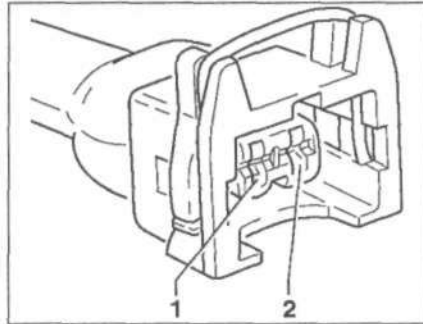

Рис. 6.65. Проверьте провод между тестером и разъемом на разрыв цепи.
- проверьте провод между тестером и разъемом на разрыв цепи: контакт 1 и гнездо 68, контакт 2 и гнездо 25 (рис. 6.65). **Заданное значение:** 1.5 Ом;
- проверьте провод между тестером и разъемом на разрыв цепи: контакт 1 и гнездо 28, контакт 2 и гнездо 29 (рис. 6.65). **Заданное значение:** 1.5 Ом;